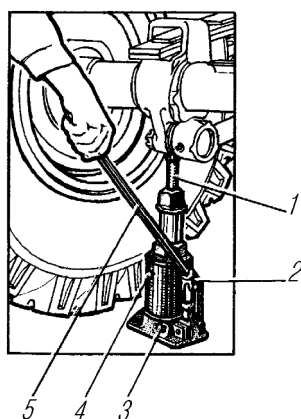

Рис. 119. Пользование домкратом:
- установите домкрат в нужное положение, выверните винт 1 (рис. 119) на требуемую величину, при слабом грунте для увеличения площади опоры предварительно положите под основание домкрата прочную доску или другой плоский предмет;